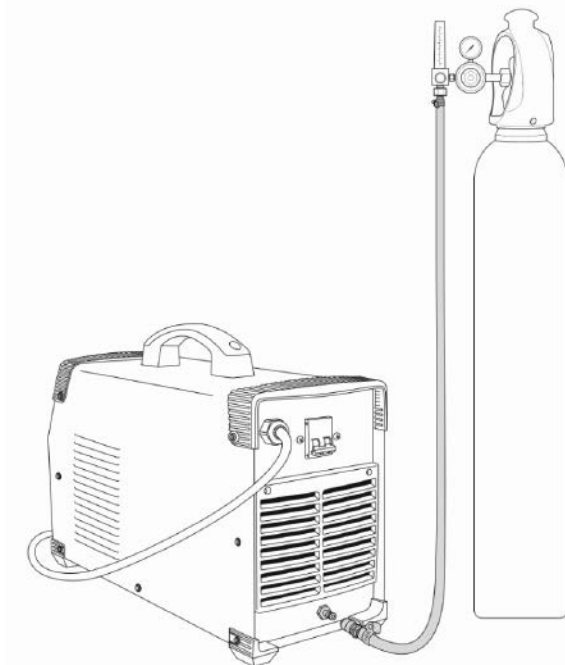

Рис. 8.0.3. Подключение защитного газа.
1. Подсоедините газовый шланг к газовому разъёму аппарата и к регулятору расхода газа присоединённому к баллону. При подключении баллон и регулятор расхода газа должны быть закрыты. Система газоснабжения, состоящая из газового баллона, редуктора и газового шланга должна иметь плотные соединения (используйте винтовые хомуты), чтобы обеспечить надёжную подачу газа и защиту сварочного шва (См. рис. 8.0.3).